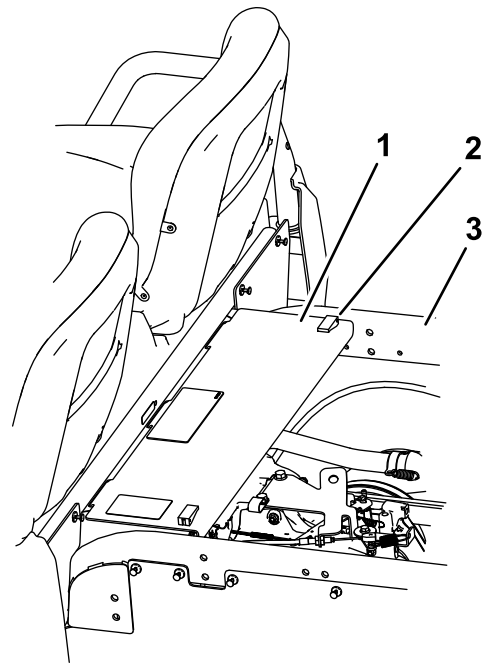

Bild 2
8. Entfernen Sie die hintere Rahmenabdeckung, indem Sie die Verriegelungen lösen und die Abdeckung vom hinteren Rahmen abheben (Bild 2).